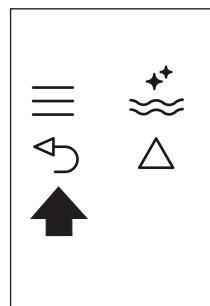

Fig. 25
- Apăsați de două ori pe pictograma  $\leftarrow$  (B6) (Fig. 25) pentru a ieși din meniu.